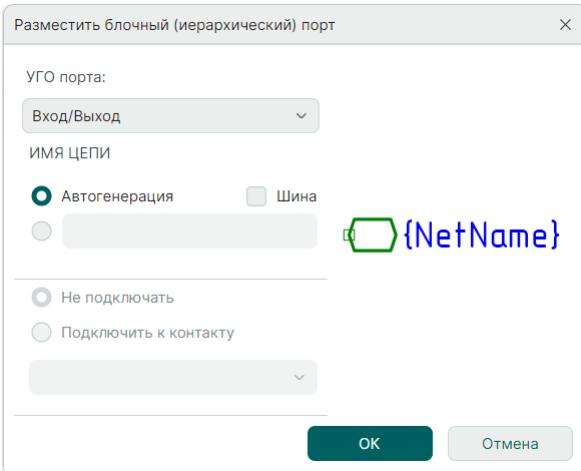

Рис. 263 Окно «Разместить блочный (иерархический) порт»
2. Установите настройки размещаемого блочного порта в окне «Разместить блочный (иерархический) порт», см. Рис. 263.